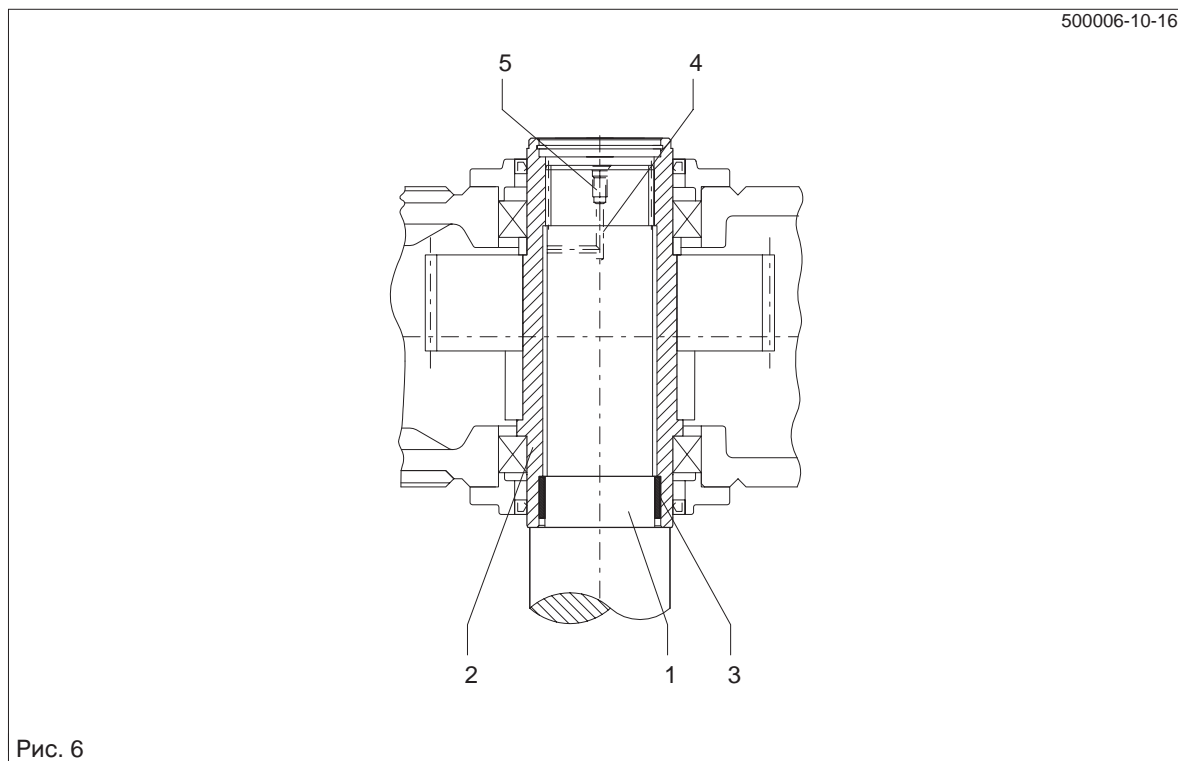

Рис. 6
- При образовании ржавчины на посадочных плоскостях для облегчения снятия передачи насосом закачать под давлением растворитель ржавчины в пустое пространство сверленного отверстия, чтобы он попал на посадочное место. Нанесение растворителя ржавчины можно проводить через сверление в машинном валу (смотри Рис. 6).